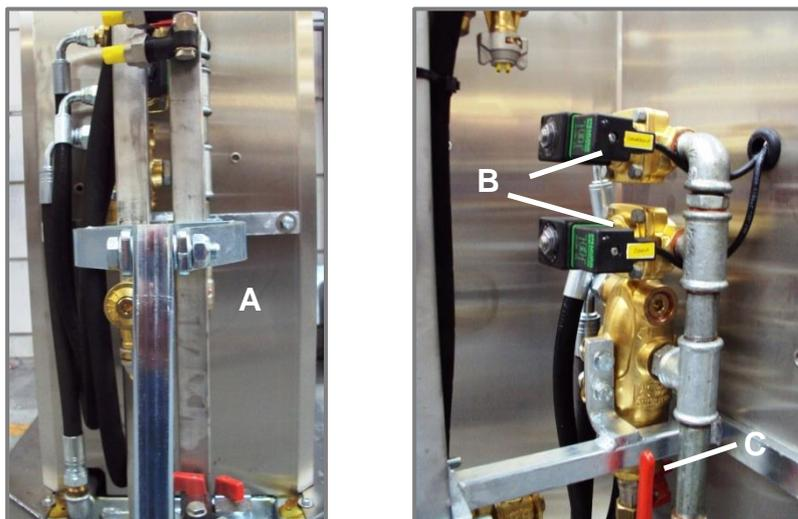

Figure 7.1 Valves électriques et connexions des flexibles
- Ouvrez le capot en acier inoxydable, à l'avant du chariot *BeMatic Meto SW* (voir la figure 7.1)
- Accrochez la rampe sur le point de fixation (A) et sur l'autre point de fixation situé plus haut sur le mât.
- Fixez les tuyaux de pulvérisation frontale et latérale aux connexions d'alimentation correspondantes de la rampe de pulvérisation (voir les étiquettes (B) ; la valve la plus basse est la valve de pulvérisation latérale, et la plus haute celle de pulvérisation frontale)
- Le tuyau souple est destiné au nettoyage du système à l'eau claire (C)